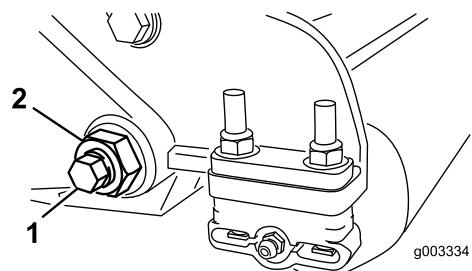

Figure 30
- De chaque côté de la machine, desserrez le contre-écrou de fixation du boulon de la barre d'appui (Figure 30).
- Retirez les boulons de la barre d'appui afin de pouvoir abaisser la barre et la déposer du boulon de la machine (Figure 30).